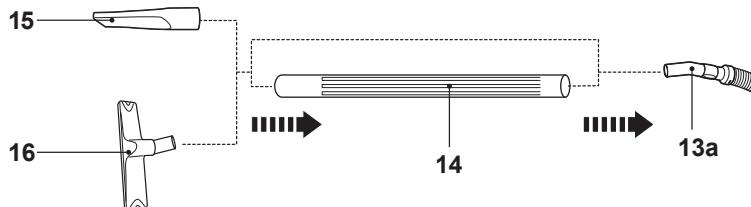

Fig. 14
- > Conecte o(s) tubo(s) de extensão (14) e/ou acessório (15, 16) no manípulo da mangueira (13a), se necessário (Fig. 14).